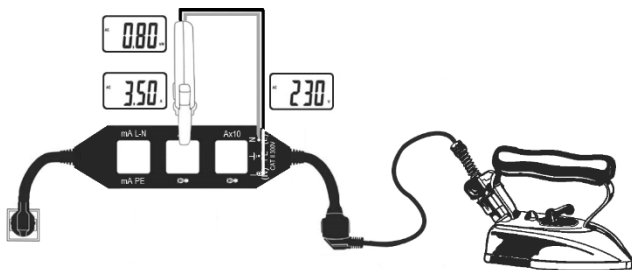

Imagen 4
4. Lea los valores correspondientes de corriente, tensión y potencia absorbida de la carga (véase imagen 4).